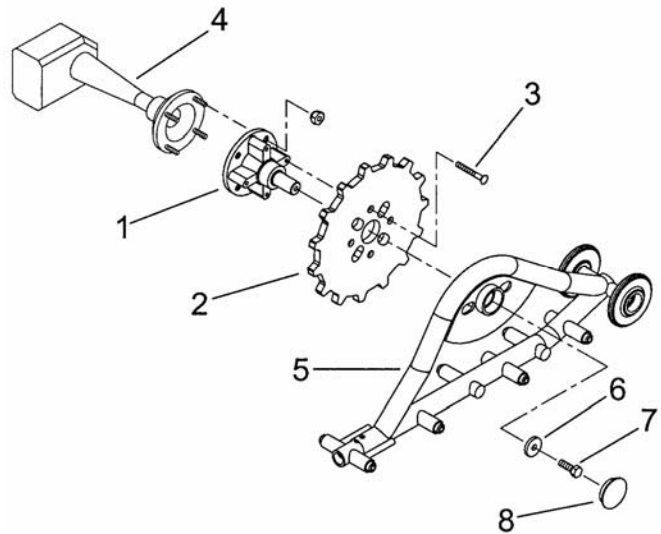

FIGURE 1
3. Installez l'essieu des chenilles (FIGURE 1, # 1) au barbotin (FIGURE 1, # 2) avec 4 vis à 6 pans creux à tête fraisée 3/8" NC x 1 1/4" LG (FIGURE 1, # 3) et mettez de l'anti-grips (loctite), ensuite, assemblez ces deux pièces au moyeu de roue du VTT (FIGURE 1, # 4); serrez les écrous de roue fermement.
4. Installez le châssis tubulaire (FIGURE 1, # 5) à l'essieu des chenilles (FIGURE 1, # 1), vissez le boulon hex. 1/2" NC x 1 1/4" LG (FIGURE 1, # 6) tout en installant la rondelle spéciale (FIGURE 1, # 7); mettez de l'anti-grips (loctite) et le serrer fermement (150 lbs de torque); fermez le tube avec le capuchon de plastique (FIGURE 1, # 8).